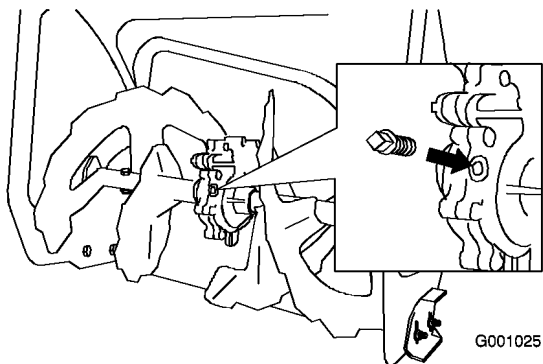

Bild 42
- Reinigen Sie den Bereich um die Rohrverschluss (Bild 42).